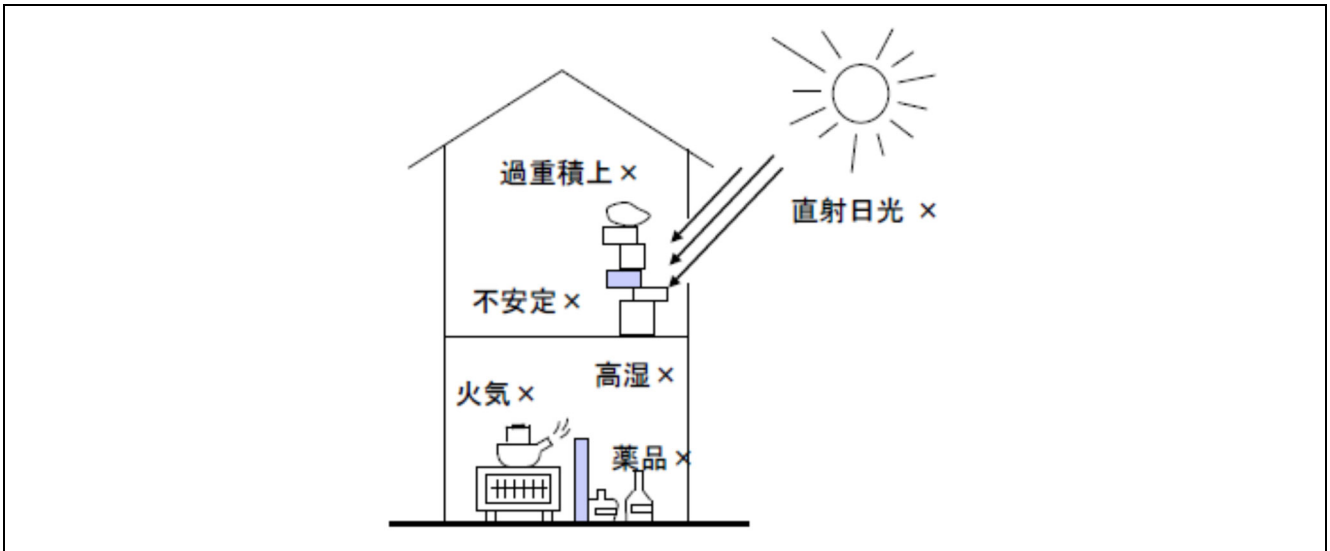

図 14 悪い保管場所の例
- (i) 保管形態では、半導体デバイスに荷重が掛らないように注意する必要があります。特に、積重ねの状態では思わぬ荷重が掛ります。又、重い物を上に載ることは避けてください。（図 14）